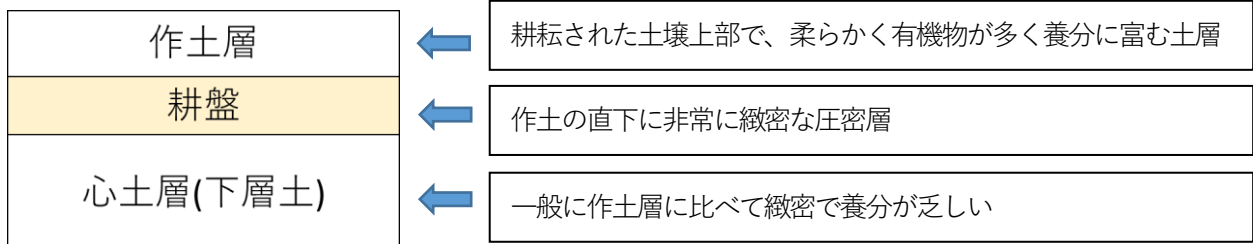

図7 土壌断面の模式図
- ・長年トラクタのロータリーなどで耕うんを続けていると、作土直下に非常に緻密な圧密層(耕盤)が形成される(図7)。通常、作物の根は土壌の硬さが緻密度で24mmを超えると根の伸長が困難になるとされる。それとともに透水性が低下(不透水層の形成)し、作物の生育が著しく不良になる。耕盤破碎は、この耕盤を破碎する技術であり、透水性の改善だけでなく根域の確保にもつながる。また、耕盤より下にある心土層までを破碎することを心土破碎という。